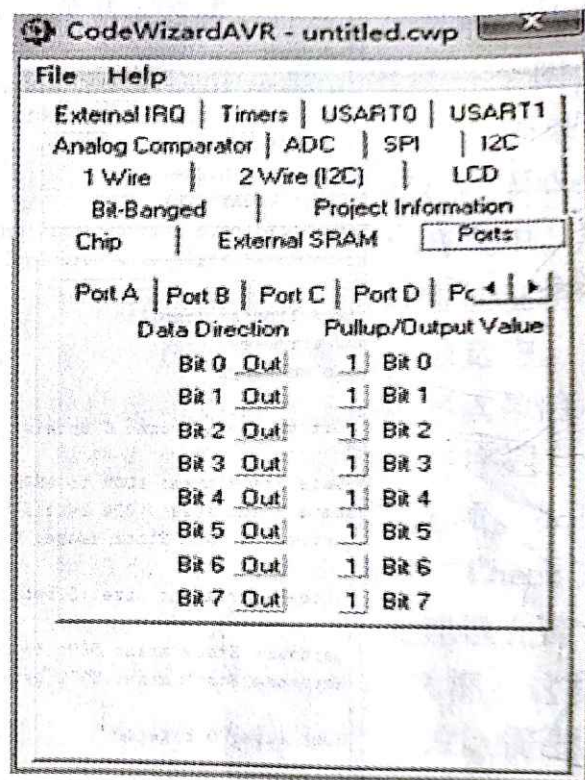

图 4.2.23 “Ports” 设置界面
其次, 对“**Ports**”口进行设置, 如图 4.2.23 所示。本例程中, 我们用到两个 Ports 口, 即 Port A 和 Port B。其中, Port A 是用于控制 8 个 LED 灯的, 故全部设置为输出工作方式, 即将 Bit0 ~ Bit7 的方向都修改为 Out, Bit0 ~ Bit7 的数值都修改为 1。Port B 用来控制 1 个拨码开关, 故需将 Bit0 设置为输出工作方式, 方向修改为 In, 数值修改为 0。
(2) 生成代码并保存。设置完成后，在图 4.2.23 所示的工作界面中执行 File | Generate, Save and Exit 菜单命令，会弹出保存源文件对话框，将其命名为 led.c，保存完之后，